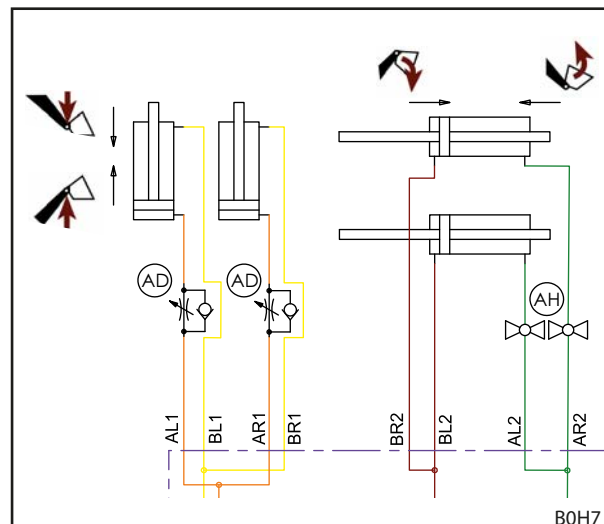

Fig. 136 Schema idraulico farfalla di abbassamento
**i** Fig. 136 mostra una piccola sezione dello schema idraulico delle farfalle di abbassamento opzionali e dei rubinetti d'intercettazione sui cilindri attrezzo. Il resto dello schema idraulico corrisponde a seconda del caricatore frontale alla raffigurazione in 11.4.1 Piano idraulico FS e 11.4.2 Piano idraulico FZ ed FZ-L.